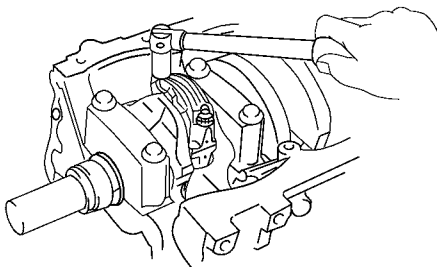

图 1-101 旋下连杆盖固定螺母
2) 使用 12 边套筒扳手旋下连杆盖固定螺母，如图 1-101 所示。